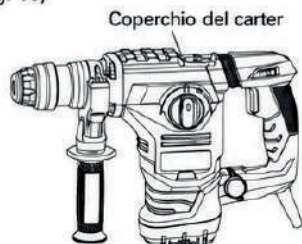

Fig. 16
- (1) Smontare il coperchio del carter e rimuovere accuratamente il vecchio grasso all'interno. (Fig. 16)